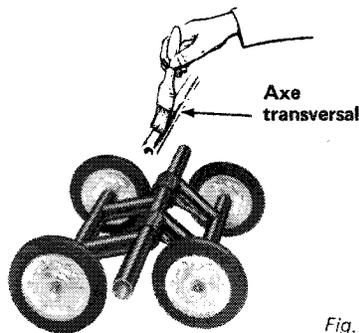

Fig. 20
4. Vaporisez les ressorts du boggie et l'axe transversal avec du protecteur à métal Ski-Doo*; à défaut, essuyez avec un chiffon imbibé d'huile. Si l'axe transversal est tordu ou usé, remplacez-le. Enduisez-le de graisse basse température. (Voir Fig. 20).